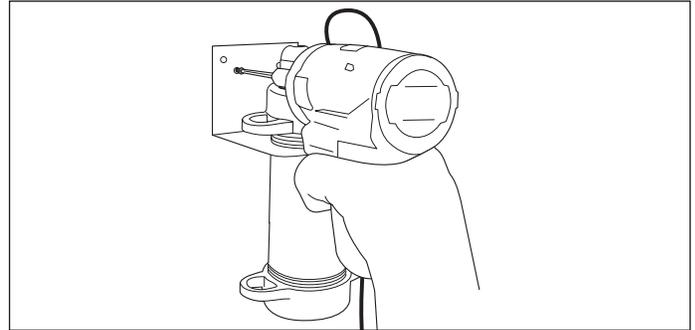

Figure 20-8
4. Montez le boîtier du de détecteur de carburant près du raccord d'extrémité DoubleTrac® (Figure 20-8).